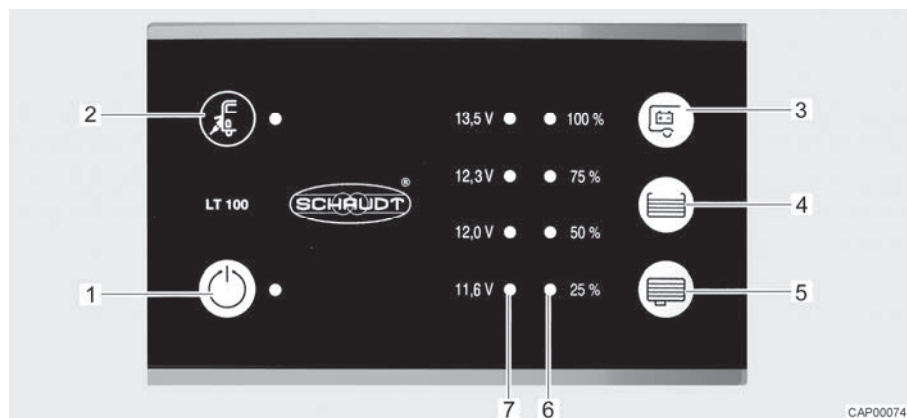

Fig. 50 Pannello di controllo (LT 100)
Il LED giallo accanto al simbolo del collegamento a rete "⚡" (Fig. 50,2) si accende, quando il veicolo è collegato a un'alimentazione di rete esterna. Il LED si accende anche se il pannello di controllo è spento.
L'interruttore principale a 12 V (Fig. 50,1) inserisce o disinserisce il pannello di controllo e l'alimentazione a 12 V dell'abitacolo.
- Premere l'interruttore "⏻" (Fig. 50,1): L'alimentazione a 12 V dell'abitacolo è inserita. Il LED diventa verde.
- Premere di nuovo l'interruttore "⏻" (Fig. 50,1): L'alimentazione a 12 V dell'abitacolo è disinserita. Il LED si spegne.
La scala LED (Fig. 50,7) indica la tensione della batteria dell'abitacolo nel modo seguente:
- Premere il tasto "🔋" (Fig. 50,3): Viene indicata la tensione della batteria dell'abitacolo.
La scala LED (Fig. 50,6) indica il livello del serbatoio dell'acqua potabile o del serbatoio delle acque grigie.
Premere il tasto "☰" (Fig. 50,4): Il livello di riempimento del serbatoio dell'acqua potabile è indicato dai LED accesi.
Premere il tasto "☷" (Fig. 50,5): Il livello di riempimento del serbatoio delle acque grigie è indicato dai LED accesi.